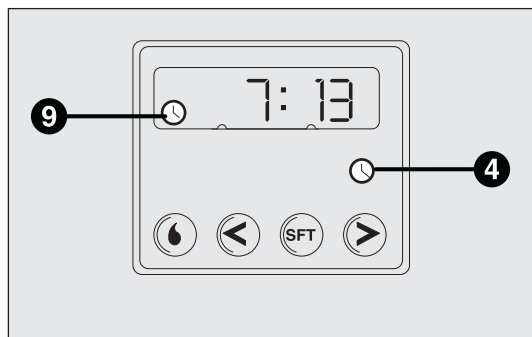

рис. 58
- ☐ Нажмите кнопку 4: включается дисплей и контрольная лампа 9 – рис. 58;
Проверка текущего времени – рис. 58